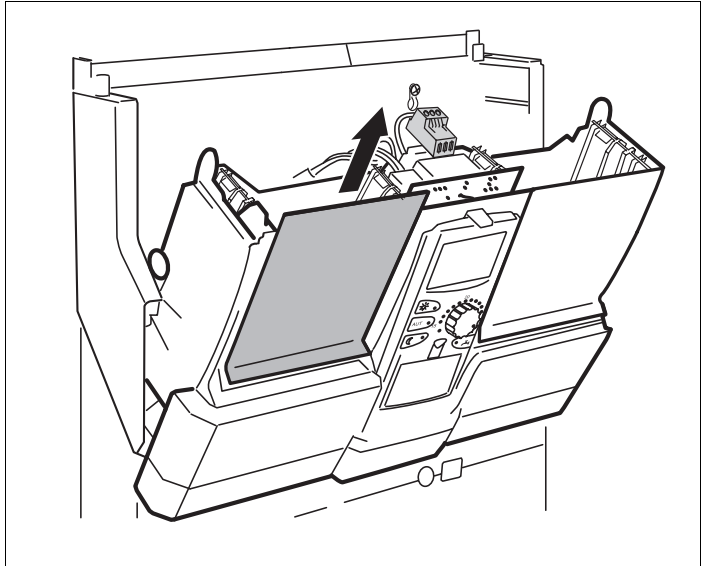

Fig. 5 Rimozione della piastra cieca
- Rimuovere la piastra cieca dall'alloggiamento 1 (fig. 5) dell'apparecchio di regolazione.